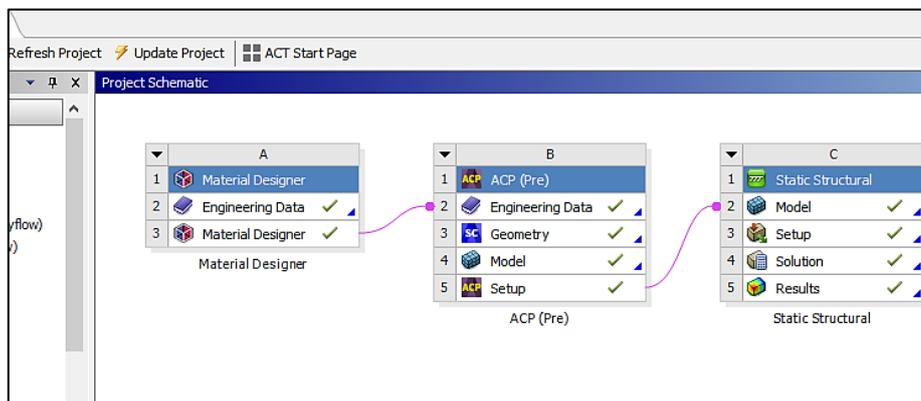

Рис. 35. Готовый проект
16. В итоге должен получиться проект, имеющий следующую цепочку модулей (рис. 35).